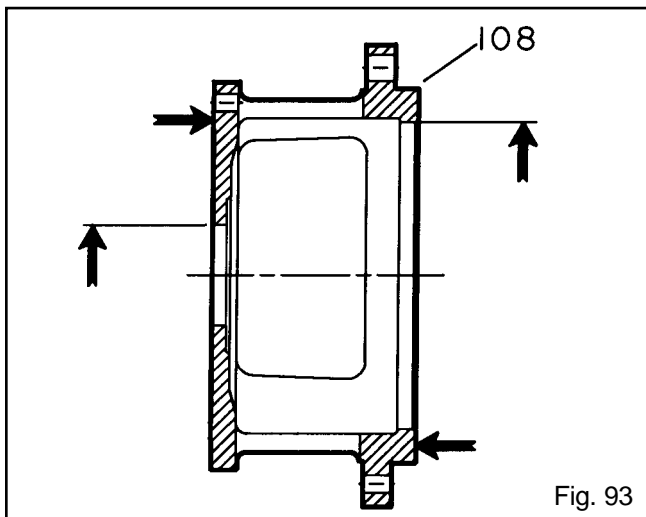

Fig. 93
1. Inspeccione el adaptador para el bastidor (108) para detectar grietas o daño por corrosión excesiva. Reemplácelo si existe alguna de estas condiciones (Fig. 93).